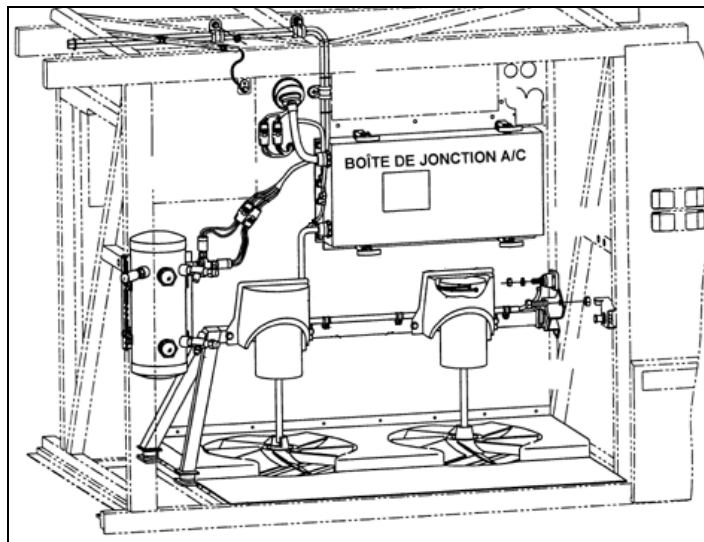

FIGURE 4 : BOÎTE DE JONCTION A/C
2. Ouvrir le couvercle de la boîte de jonction A/C (voir fig. 4).